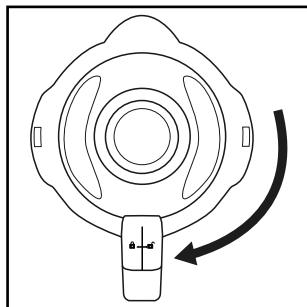

Fig. 2
- 4) Vuelva a presionar firmemente la tapa **2** sobre el vaso **3** en su posición desplazada. Para cerrar la tapa **2**, gírela en sentido horario hacia la posición **2** hasta que encastre audiblemente (consulte la fig. 2). Asegúrese de que la boca del vaso **3** quede cerrada. Solo podrá activarse el motor si la tapa **2** está bien colocada.